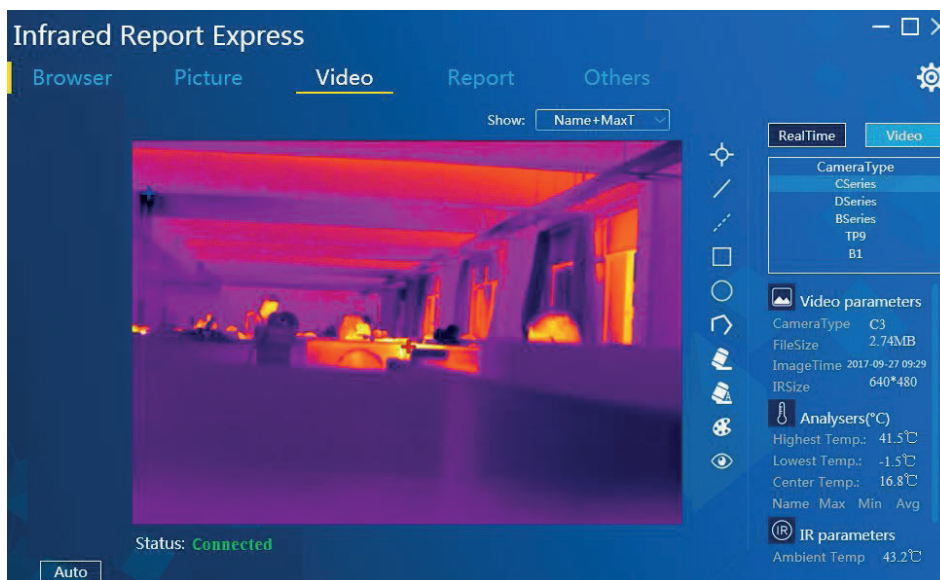

Figura 3-37
4. Haga clic en “Aceptar” para mostrar el video en tiempo real después de que la conexión sea exitosa. Vea la Figura 3-37: